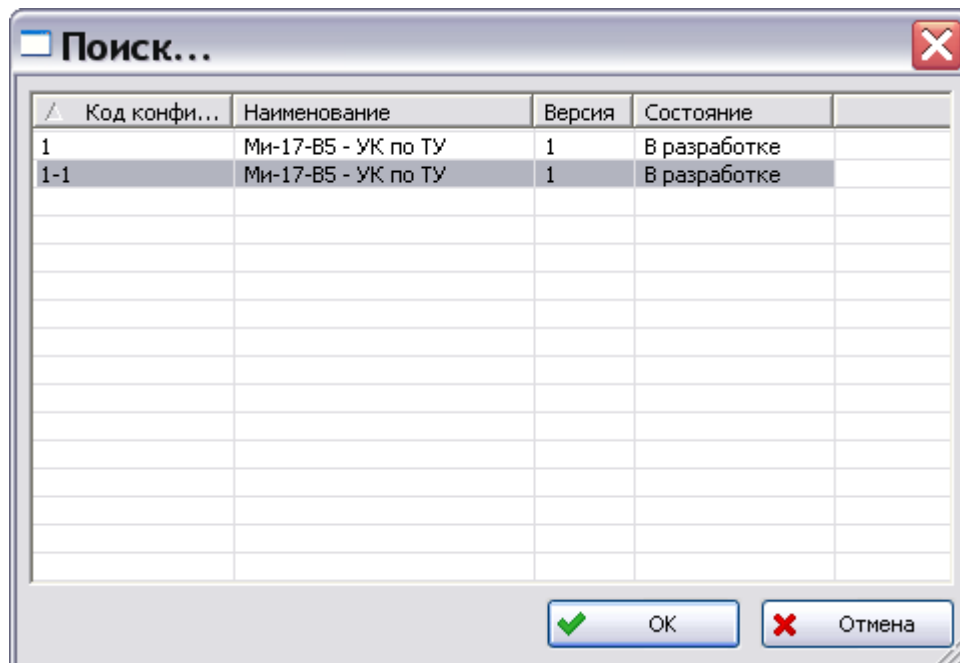

Рис. 55
- Нажмите на кнопку **Добавить**. В появившемся окне **Поиск** выберите конфигурацию для сравнения и нажмите ОК (Рис. 55).